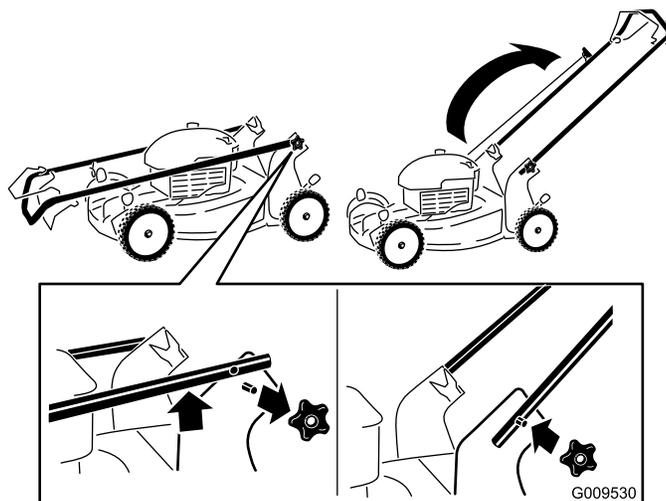

Рисунок 3
1. Снимите круглые рукоятки с корпуса газонокосилки (Рисунок 3).
3. Установите и затяните круглые рукоятки, снятые на этапе 1 (Рисунок 3).